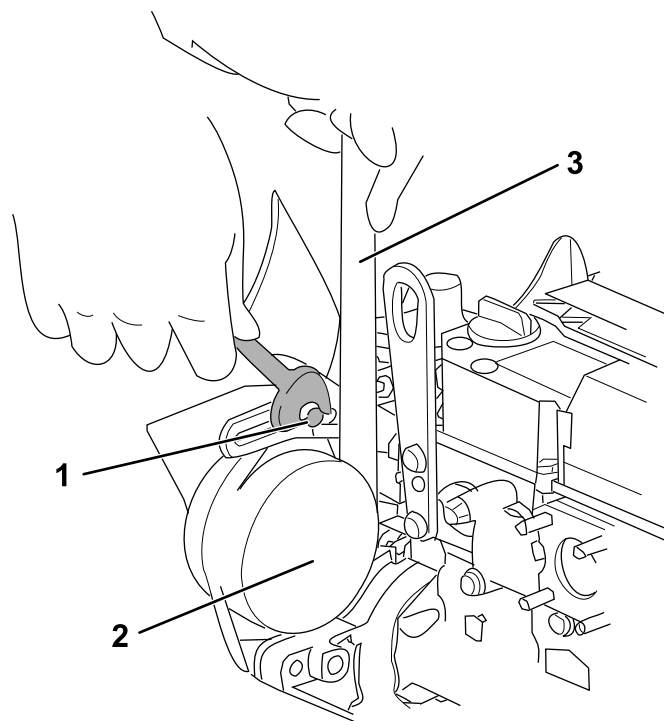

Figure 71
3. Desserrez les boulons de réglage et les écrous, déplacez l'alternateur au moyen d'une clé afin de tendre la courroie correctement (Figure 71).
4. Resserrez les boulons de réglage et les écrous (Figure 71).